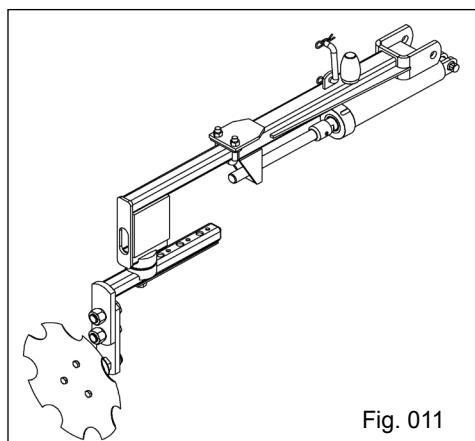

Fig. 011
- Possui haste telescópica para as diversas regulagens de espaçamento de plantio e disco côncavo recortado de 18" para marcar a linha no solo, (Fig. 011).